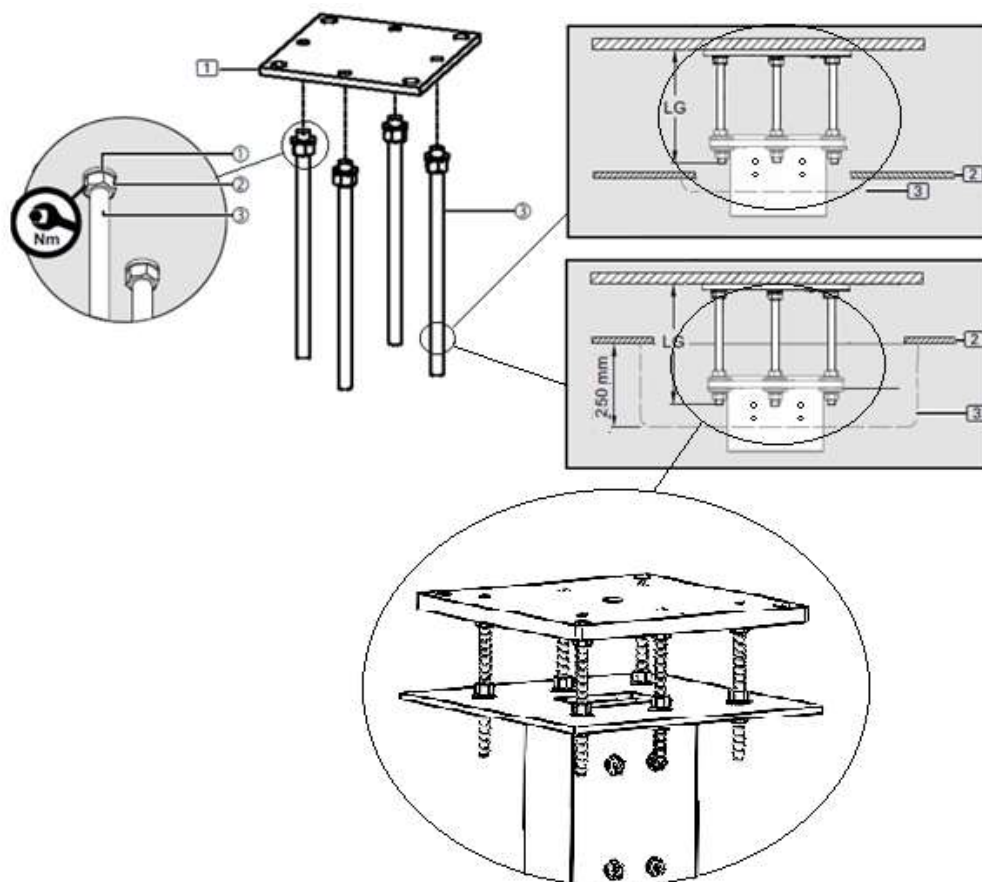

Fig. 6 Montage van interfaceplaat in ruimte met verlaagd plafond
Er zijn twee verschillende configuraties mogelijk bij montage van een afvoerpijp in een ruimte met verlaagd plafond. Een mogelijkheid is dat de afstand tussen de vloer en het verlaagde plafond de lengte LG van de schroefbouten ③ volledig bedekt. In dat geval wordt een vlakke plafondafwerking met een hoogte van minder dan 10 mm meegeleverd, zoals te zien is in de rechterbovenhoek van afbeelding 6. De andere mogelijkheid is dat de afstand tussen de vloer en het verlaagde plafond niet voldoende is voor een correcte installatie en doorvoer van de stroomvoorziening. In dat geval kan (optioneel) een sierlijst van 250 mm hoog worden aangevraagd, zoals rechtsonder in afbeelding 6 te zien is.